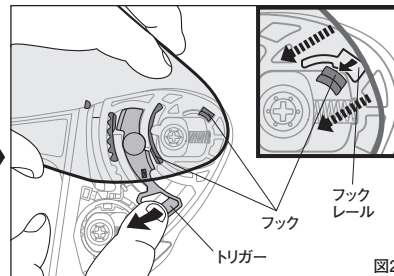

図2
- ②トリガーを下に引きロックを解除し、フックをフックレールから矢印方向(図2)を外して取ります。取り外しは反対側も同じ要領で行ってください。